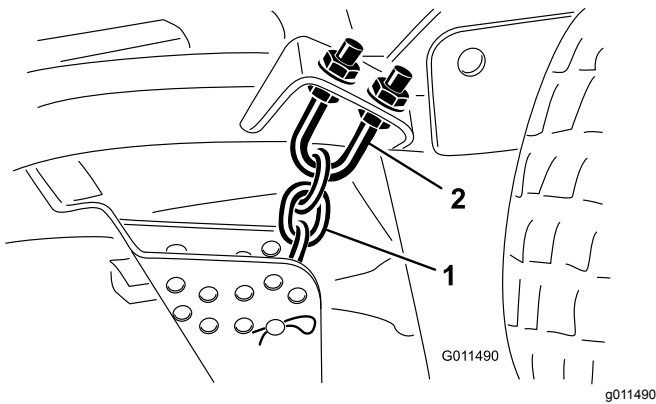

Bild 104
1. Lockern Sie die Klemmmuttern an der Ober- oder Unterseite des U-Bügels an der Schnitthöhenkette (**Bild 104**).